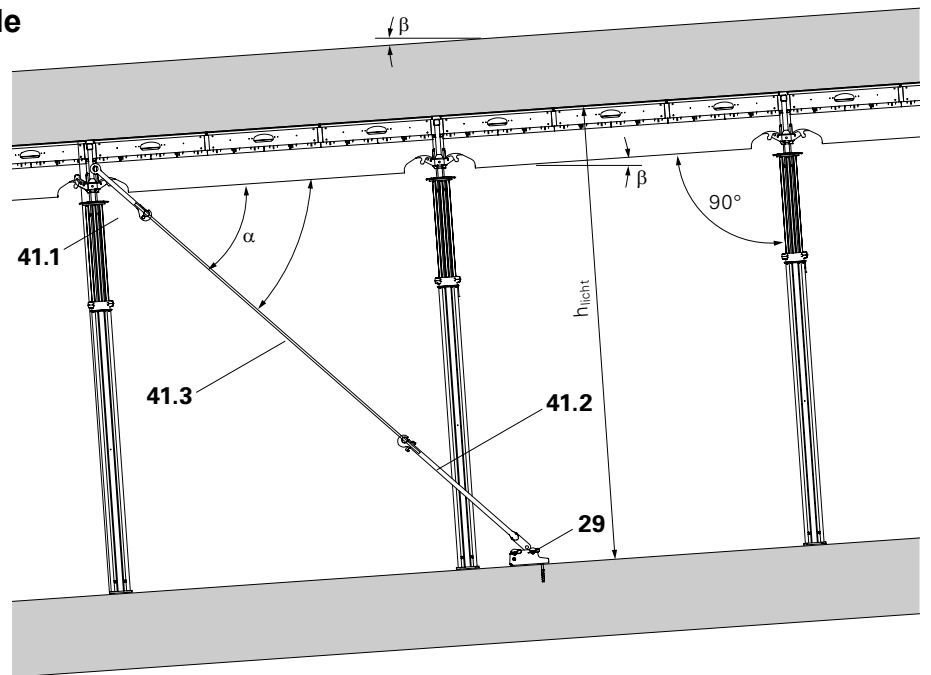
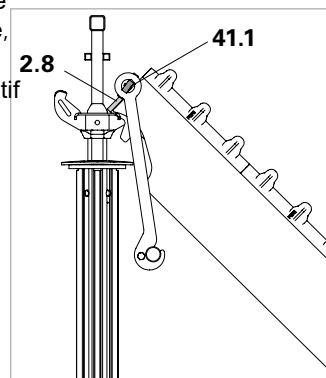

Fig. A11.02
Fig. A11.03
2. Placer la partie supérieure de l'unité de tension (41.1) sur la plaque d'extrémité de la poutrelle SLT (2.8) et accrocher la poutrelle à la tête de décentrement SFK. (Fig. A11.03)
3. Soulever la poutrelle à l'aide du deuxième étais. L'unité de tension doit se poser sur la plaque d'extrémité de la poutrelle. (Fig. A11.02)
4. Monter la Platine de Pied-2 (29) sur une surface suffisamment rigide, par exemple à l'aide d'un boulon d'ancrage PERI 14/20x130, numéro d'article: 124777. Tenir compte de la fiche technique!
5. Insérer l'axe de blocage de la partie supérieure de l'unité de tension dans la Tige (41.3), verrouiller avec un écrou Hex. SW 30/50 (42), et attacher la partie supérieure du dispositif de contreventement. (Fig. A11.03 + A11.04)
6. Fixer la partie inférieure de l'unité de tension (41.2) à la platine de pied de base à l'aide de boulons, et sécuriser les boulons à l'aide de goupilles fendues. (Fig. A11.02)